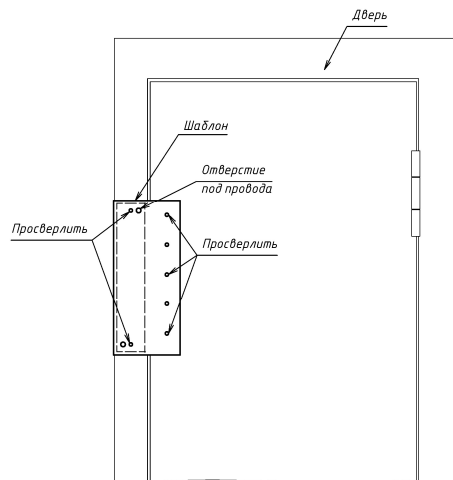

Рисунок 2 – Установка замка по шаблону
5.2 Определить место расположения замка и по шаблону просверлить отверстия под провода и крепежные винты для корпуса и Z-профиля (рисунок 2).